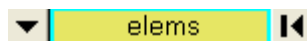

图 2-28 对象选择器及切换按钮
- (1) 将对象选择器切换为 elems，如图 2-28 所示。